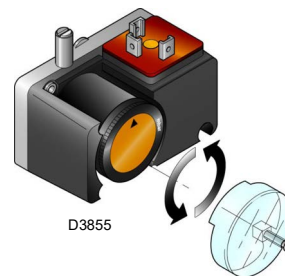

Fig. 27
- Regular el presostato gas de mínima (Fig. 27 en la pág. 26) en inicio de la escala.
Realizar el ajuste del presostato gas de mínima (Fig. 27) después de ajustar el quemador, las válvulas de gas y el estabilizador de la rampa.